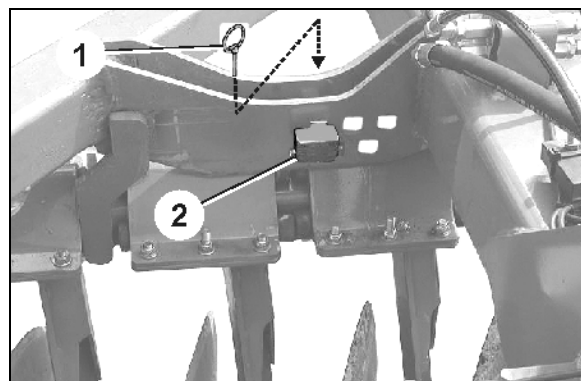

Fig. 18
1. Desserrez la goupille d'arrêt (Fig. 18/1)
2. Insérez l'axe excentré (Fig. 18/2) dans l'emplacement souhaité.